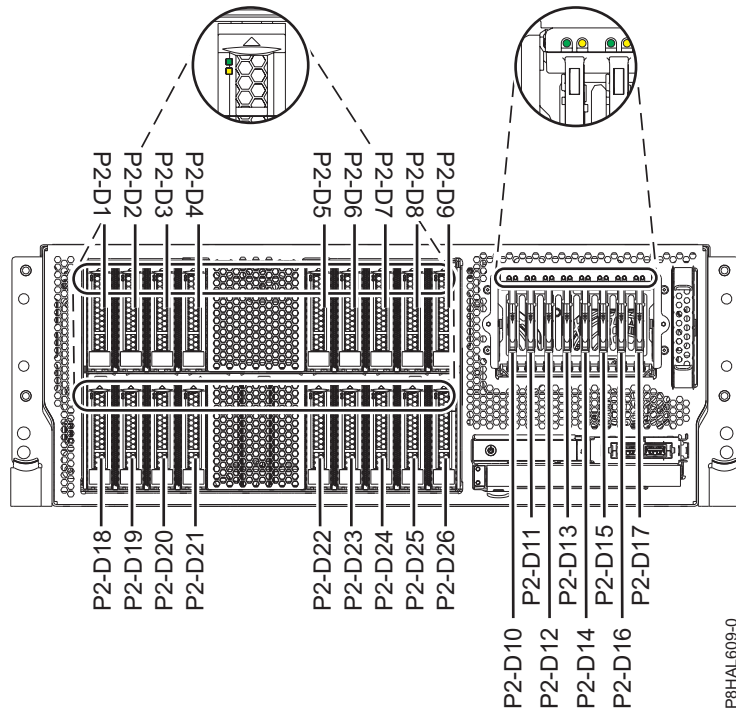

Figure 2. Emplacements des unités de disque, des unités SSD et des voyants d'activité d'un système 8286-41A ou 8286-42A à fonction étendue monté en armoire
2. Déterminez l'emplacement dans lequel vous souhaitez installer une unité de disque ou une unité SSD. Les emplacements de l'unité de disque et de l'unité SSD sont situés à l'avant d'un système. Des emplacements SSD supplémentaires sont également disponibles dans un système à fonction étendue. La figure 1 et la figure 2, à la page 3 illustrent les emplacements des unités de disque ou des unités SSD et des voyants d'activité d'un système monté en armoire.